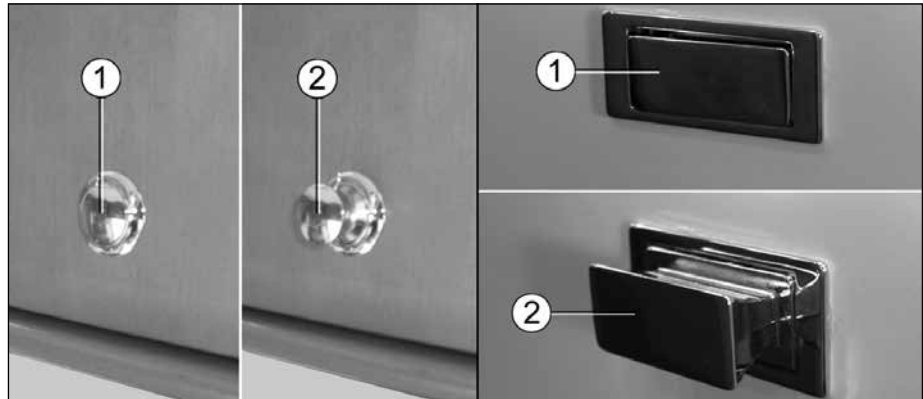

Fig. 78 Fermeture push-lock fermée/ouverte
- Ouvrir (Fig. 78, Pos. 2) et fermer (Fig. 78, Pos. 1) la fermeture push-lock en appuyant sur le bouton.